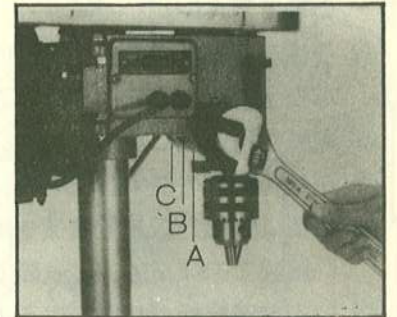

図12
①ストップナット(とめてあるナット)をゆるめて、スプリングがきいている間に、ケースの落ちるのを防ぐため、レンチで正しい位置に締め付けて下さい。
②スプリングキャップ(B)の低い方の正面の切れ目(A)にネジ回しを据え、ナットをゆるめ、動かしている間その位置で、ネジをささえて下さい。
③注意しながら、ネジ回しを左回りに回し、次の切れ目にかみ合わせて下さい。図12参照
④内側のナット(C)をレンチでしめます。しめすぎるとシャフトのケースの動きが制限されるので、しめすぎないように注意して下さい。
⑤ストップナットを一番上の位置まで動かし、ハンドルを回して張力をチェックします。もし、十分な張力がスプリングになかったら、②から④の作業をくり返します。
⑥シャフトケースがスムーズであり、かつ動きに制限がないかをチェックして下さい。もし、動きがきつすぎるようでしたら、制限されなくなるまで少しナットをゆるめて下さい。